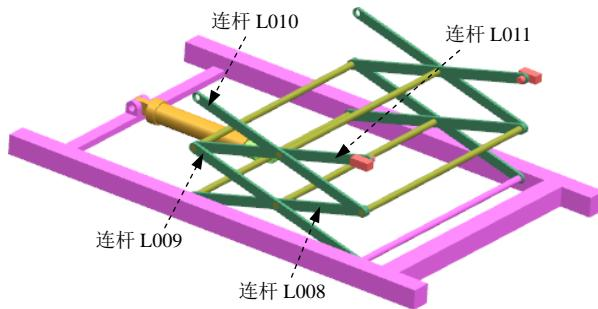

图 10.5.6 定义连杆 L008~L011
(5) 定义连杆 L008、L009、L010 和 L011。将视图方位调整至图 10.5.6 所示，参见前面的方法，选取图 10.5.6 所示的零件为连杆 L008、L009、L010 和 L011，在“连杆”对话框中分别单击 应用 按钮。